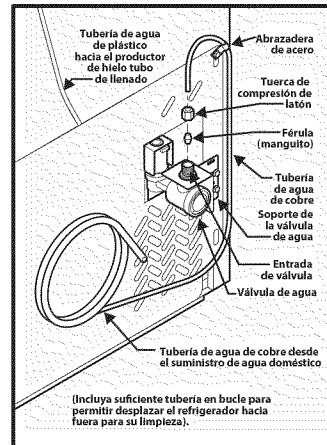

Figura 1
4. **Si usa tuberías de cobre:** deslice la tuerca de compresión de latón y luego la férula (manguito) en la tubería de suministro de agua. Empuje la tubería de suministro de agua hacia dentro de la entrada de la válvula de agua lo más posible (1/4 de pulgada/6,4 mm). Deslice la férula (manguito) en la entrada de la válvula y apriete manualmente la tuerca de compresión en la válvula. Apriete otra media vuelta con una llave; NO apriete en exceso. Consulte la Figura 1.